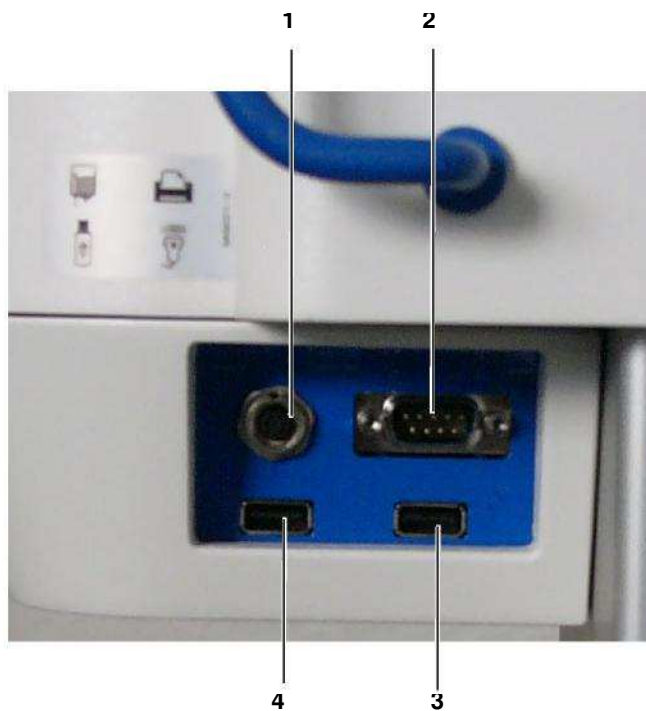

Fig. 29 Ligações
- Ligue o cabo de ligação na parte posterior do CATSmart (consulte Fig. 29, pos. 1).